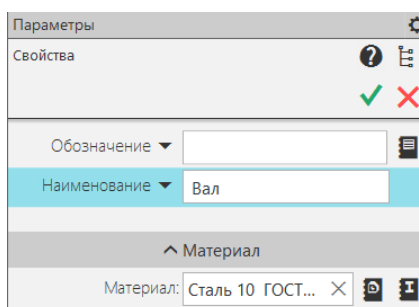

Рисунок 89 - Свойства модели
- Создадим новый документ «Деталь» и заполним свойства модели (Рисунок 89);